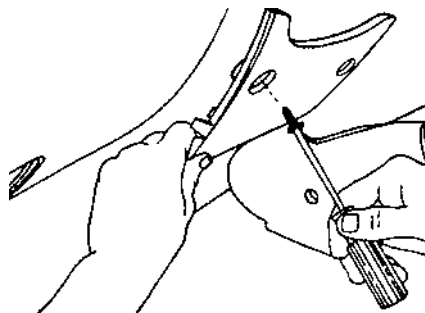

Рис. 6.31.
- выкрутив винты, снять нижнюю крышку панели приборов (рис. 6.31);